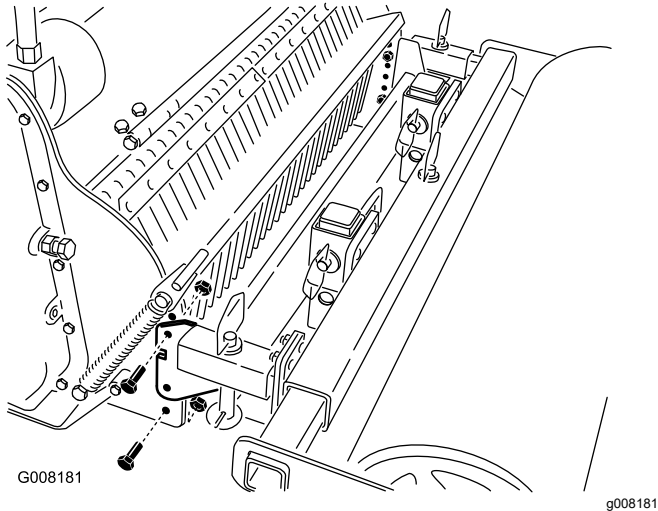

Figura 6
2. Îndepărtați uruburile care fixează braele pe cultivator (Figura 6).
3. Micați braele la setul de orificii care corespund adâncimii dorite (Figura 6).